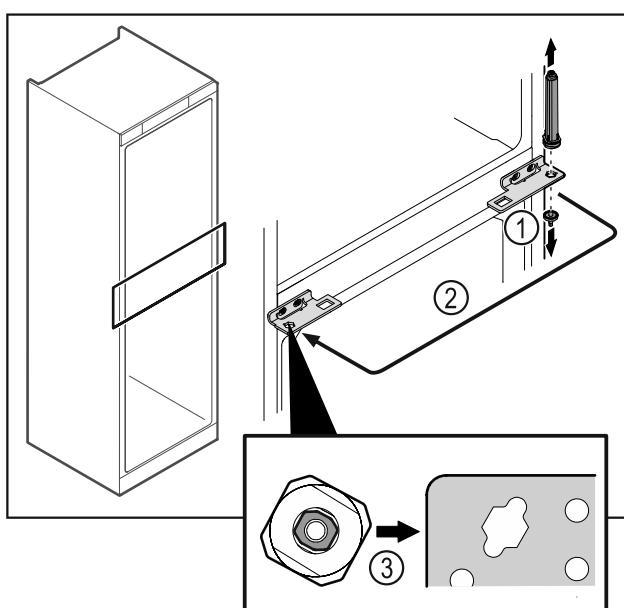

Fig. 44
- ▶ Развинете болта на пантата Fig. 44 (1).
- ▶ Преместете затварящата система на вратата Fig. 44 (2).
- ▶ При поставяне се уверете, че затварящата система на вратата е правилно подравнена Fig. 44 (3).